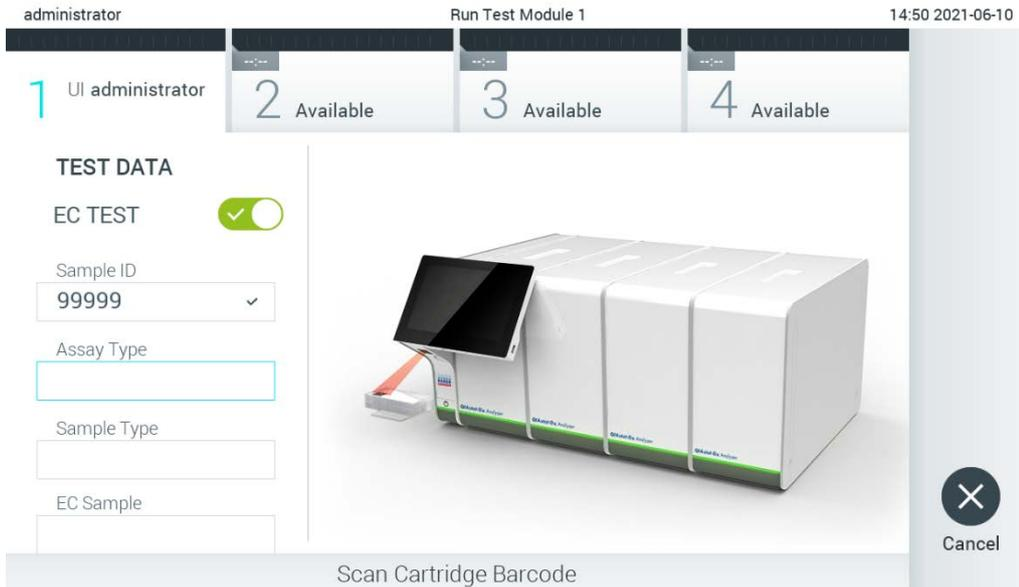

Figure 89. Lecture du code-barres de la cartouche de dosage QIAstat-Dx.
4. Lorsque vous y êtes invité, scannez le code-barres de la cartouche de dosage QIAstat-Dx à utiliser. Le QIAstat-Dx Analyzer 1.0 reconnaît automatiquement le dosage à effectuer grâce au code-barres de la cartouche de dosage QIAstat-Dx (figure 89, page suivante).